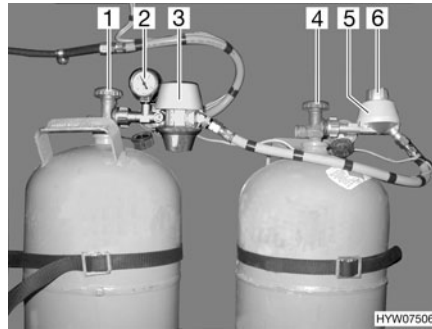
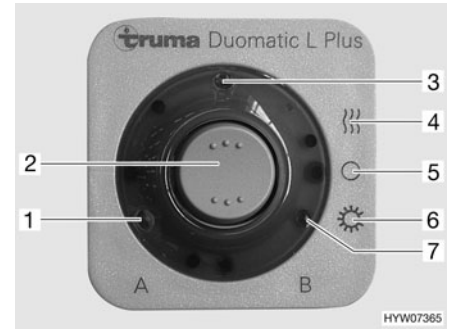

Fig. 132 Dispositif de commutation Duomatic
Fig. 133 Unité de commande
Le dispositif de commutation Duomatic consiste en un régulateur central (Fig. 132,3) et un régulateur de commutation (Fig. 132,5). Un bouton rotatif (Fig. 132,6) situé sur le régulateur de commutation permet de définir laquelle des bouteilles de gaz est celle de service et laquelle est celle de réserve.
Le manomètre (Fig. 132,2) du régulateur central affiche la pression dans la bouteille de gaz et non pas le niveau de remplissage de la bouteille. Le manomètre permet de contrôler l'étanchéité de la bouteille de gaz.
Seules les fonctions électriques peuvent être activées sur l'unité de commande (Fig. 133). Les robinets principaux des bouteilles de gaz (Fig. 132,1 et 4) doivent être ouverts manuellement.
- Ouvrir les robinets principaux des bouteilles de gaz (Fig. 132,1 et 4).
- Choisir la bouteille de gaz avec le bouton rotatif (Fig. 132,6) situé sur le régulateur de commutation (Fig. 132,5) à partir de laquelle le gaz sera utilisé principalement (bouteille de service).
Lorsque le bouton rotatif se situe dans le domaine rouge, le gaz est prélevé prioritairement à partir de la bouteille de gaz équipée du régulateur central (Fig. 132,3).
Lorsque le bouton rotatif se situe dans le domaine vert, le gaz est prélevé prioritairement à partir de la bouteille de gaz équipée du régulateur de commutation (Fig. 132,5).
- Mettre en marche le dispositif de commutation Duomatic sur l'unité de commande (Fig. 133).
Pour ce faire, régler le commutateur à bascule (Fig. 133,2) sur régime hiver "Marche et chauffage" (Fig. 133,4) ou bien sur régime été "Marche" (Fig. 133,6). Les deux régulateurs de pression du gaz sont maintenant désaérés. Le voyant de contrôle (Fig. 133,3) s'allume.
- Mettre le commutateur à bascule (Fig. 133,2) sur "O" (Fig. 133,5). Le voyant de contrôle (Fig. 133,3) s'éteint.
- Fermer les robinets principaux des bouteilles de gaz (Fig. 132,1 et 4).
Les voyants de contrôle de l'unité de commande (Fig. 133) signalisent à l'intérieur du véhicule si les bouteilles de gaz sont en état de marche.
- Voyant de contrôle "A" (Fig. 133,1) : Bouteille de gaz raccordée au régulateur central
- Voyant de contrôle "B" (Fig. 133,7) : Bouteille de gaz raccordée au régulateur de commutation